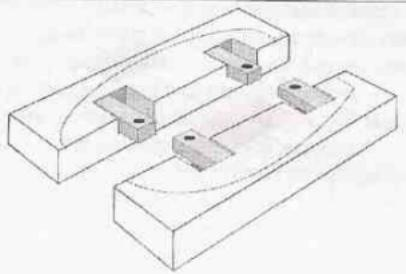

Рис. 17. Прикладывают вкладыши. В них сверлят отверстия под основные штифты
3. Приклеивают вкладыши. В них сверлят отверстия под основные штыри (Рис. 17).